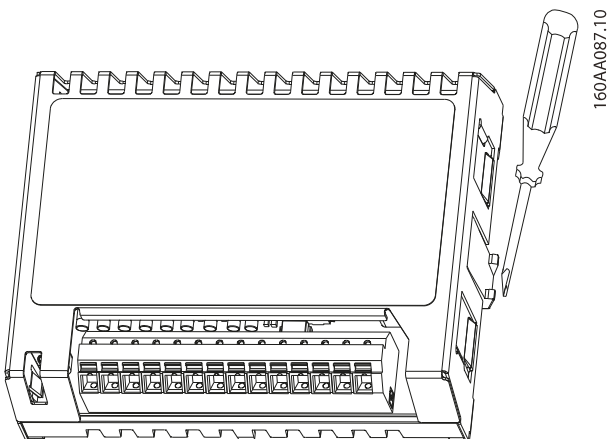

Ilustración 1.6 Desmontaje de la opción
2. Presione ambos laterales para liberar el conector, como se muestra en la *Ilustración 1.6*.